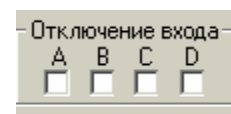

Рис. 2-и
5. Рис. 2-g – управление частотой модулирующего сигнала (для канала А – 1012 и 980 Гц для канала В – 964 и 936 Гц для канала С – 912 и 888 Гц для канала D – 846 и 836 Гц).